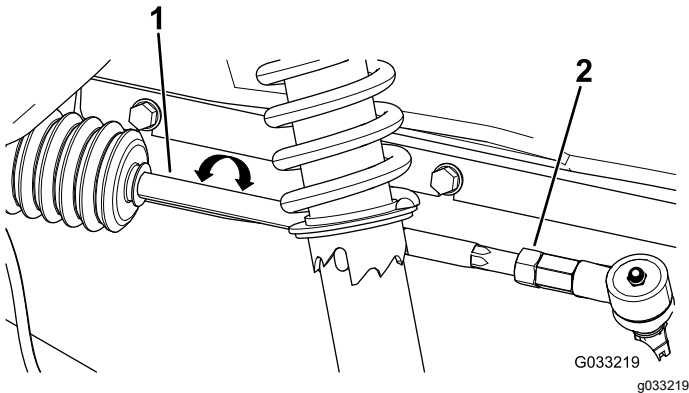

**Figura 48**
1. Mida la distancia entre los neumáticos delanteros a la altura del eje, en la parte delantera y trasera de las ruedas (Figura 48).